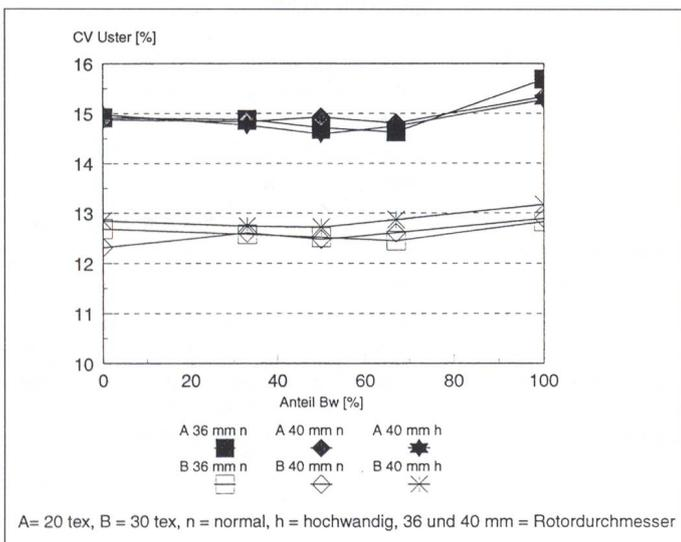

Abb. 9
• Garnleichmässigkeit *Abb. 9*